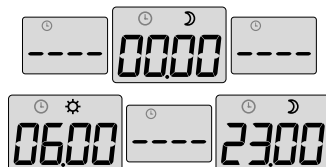

Fig. 4
3.2 Consultation de la programmation (fig. 4)